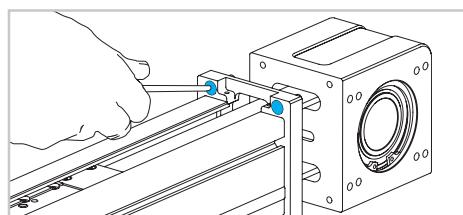

Abb. 14
- 14) Trennen Sie den Antriebskopf vom Profil, indem Sie die vier Schrauben lösen (Abb. 14).